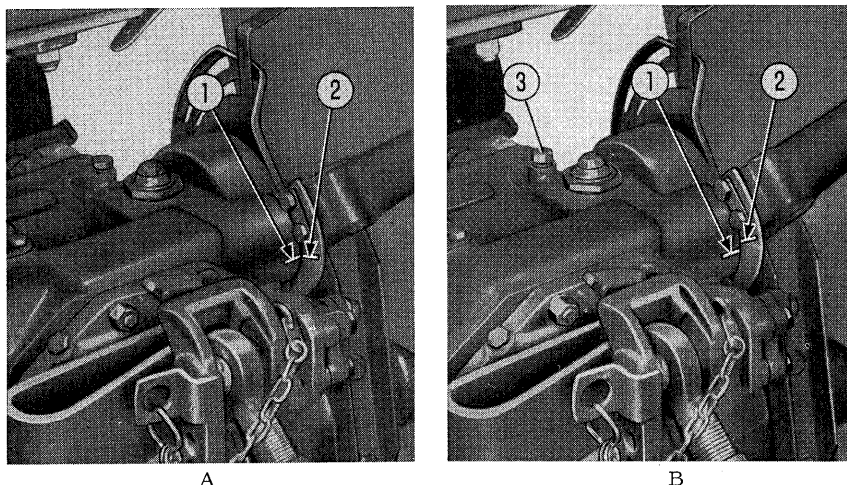
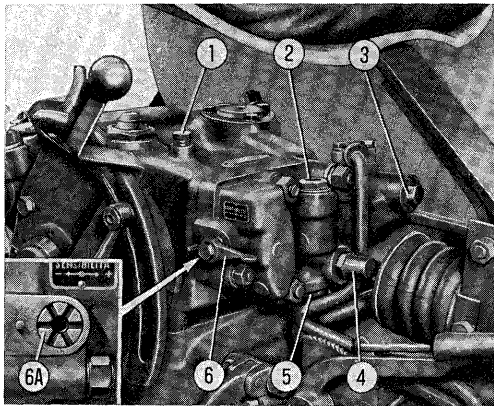

Fig. 37. Indstilling af løftehøjde.
Fig. 38.
Start motoren og stil gashåndtaget på halv fart. Før manøvrehandtaget til øverste stilling. Sæt to mærker lige ud for hinanden på liftblokken og højre liftarm - fig. 37 A.
Skrue justerskruen for løftehøjde (3) fig. 37 B, udad, indtil sikkerhedsventilen (3) fig. 38, træder i funktion.
Kontroller om det er muligt at hæve liftarmene yderligere 3-4 mm med håndkraft - denne afstand måles ved mærkerne - se fig. 37 B.
BEMÆRK: Når der stilles på skruen (3) fig. 37 B, skal manøvrehåndtaget være helt i bund.
Kontroller at afstanden mellem A1 og A2 er 7-10 mm. Er afstanden større end 10 mm, skrues justerskruen (6A) fig. 38, indad, indtil afstanden passer. Er afstanden mindre end 7 mm, skrues den udad.
Til indstilling af hydraulikkens følsomhed over for træk og tryk fra topstangen benyttes håndtaget (6) fig. 38. Ved hjælp af dette håndtag bestemmes det om hydraulikken skal være lang eller kort tid om at reagere på træk eller tryk fra topstangen.
Håndtaget (6) fig. 38, afmonteres. Manøvrehåndtaget sættes i øverste stilling, og skiftehåndtaget i nederste (positions kontrol).